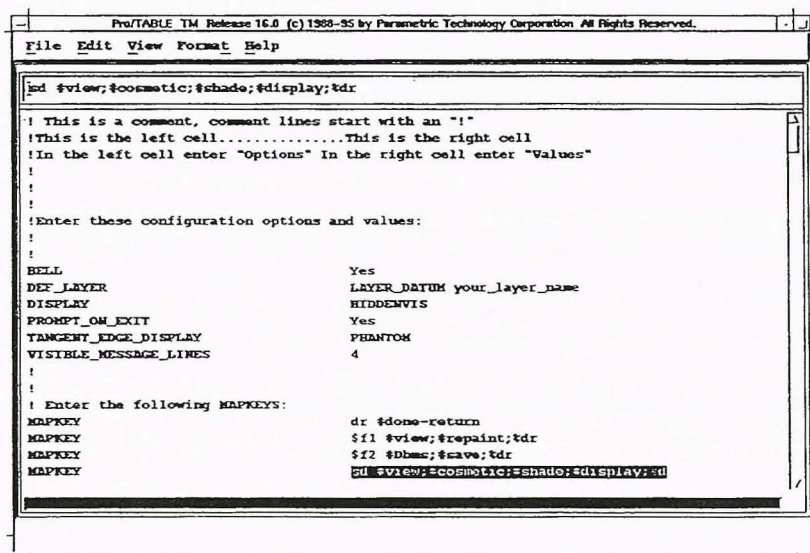

Figure 29-1
2. L'éditeur Pro/TABLE est utilisé pour éditer le fichier. Utilisez la touche de fonction F4 ou le menu déroulant **Edition Choisir mots-clés (Edit Choose Keywords)** pour ajouter les options suivantes au fichier de configuration, comme illustré à la Figure 29-1: